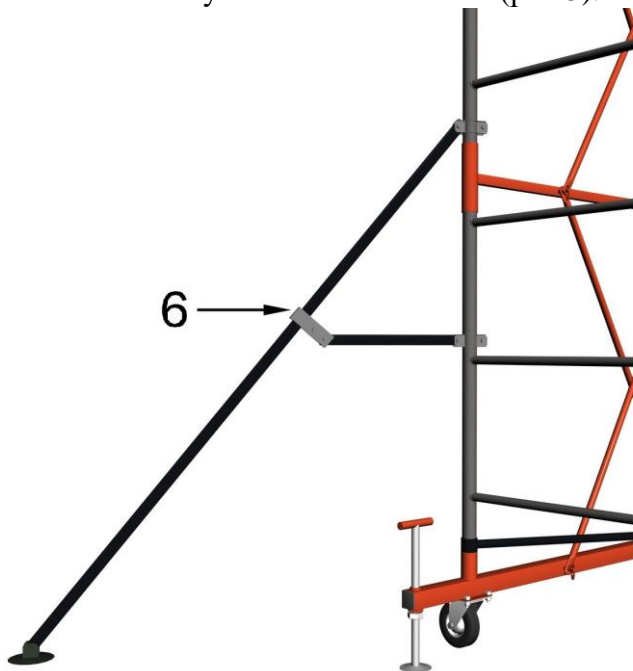

рис.3
5.1. При сборке вышки высотой от 6.4 метра (4 секции включительно), у основания необходимо закрепить стабилизаторы (6) для дополнительной устойчивости вышки (рис.3).